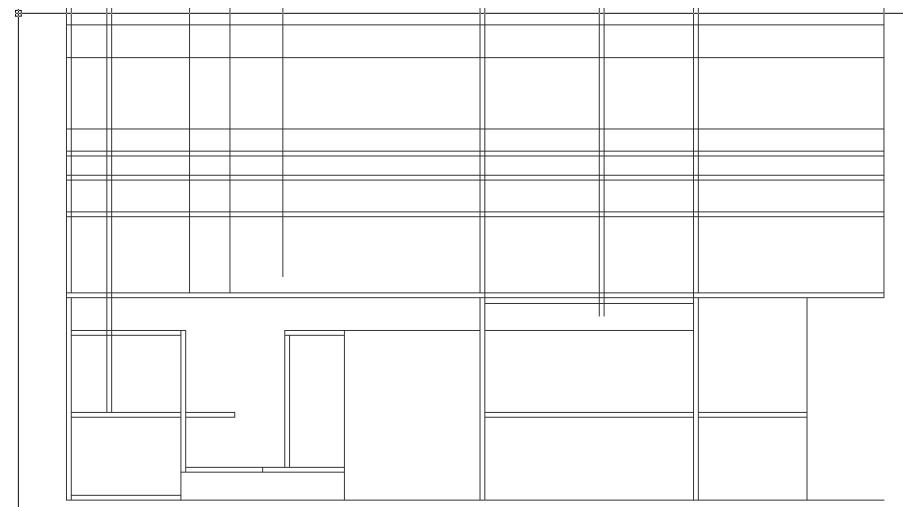

Рис. 8.15 ▼ Горизонтальные и вертикальные линии, необходимые для создания контуров стоек компакт-дисков, полки принтера и полок парты
5. Сместите вниз на 18 мм три горизонтальные линии, соответствующие высотам 1036, 1188 и 1276 мм. Результат должен быть таким, как показано на рис. 8.15.